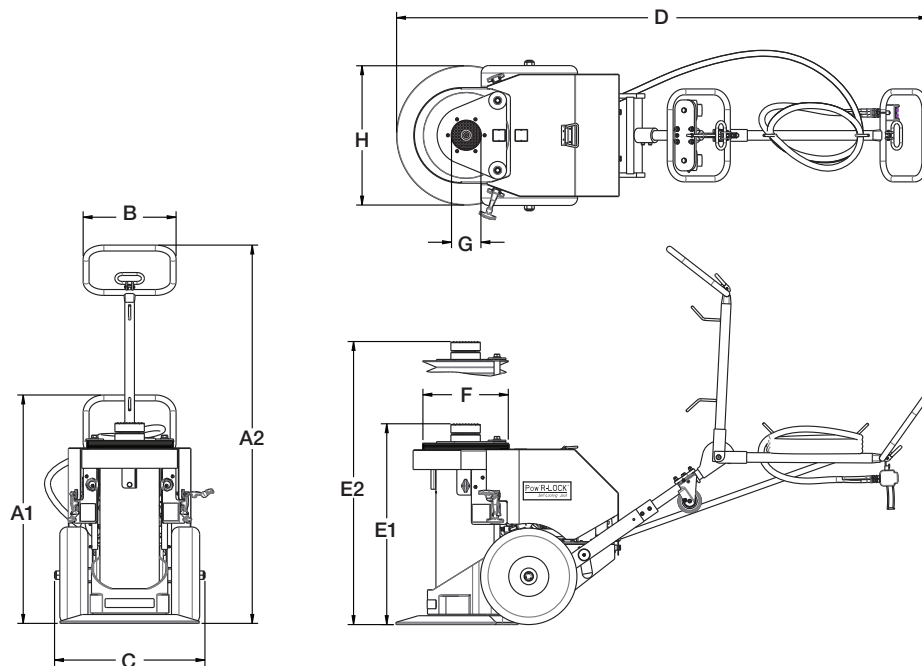

Figura 1, Peligro de machucadura
**ADVERTENCIA** ¡PELIGRO DE APLASTAMIENTO Y MACHUCADURA! Nunca introduzca las manos entre la placa anti-rotación del cilindro y la tapa de acceso delantera del gato. No toque ni introduzca las manos en los rodillos anti-rotación. No coloque las manos en o sobre los fuelles protectores del cilindro. Pueden producirse lesiones personales graves si el cilindro se baja y las manos, dedos u otras partes del cuerpo están presentes en estas áreas. Véase figura 1.